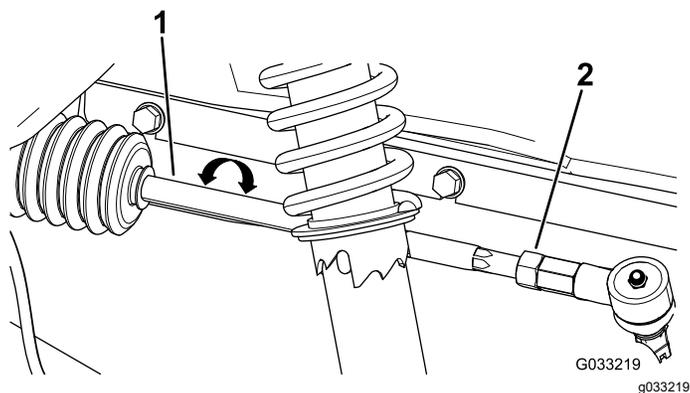

図 55
2. 前後の測定値の差が所定範囲0-6 mmにならない場合は、タイロッドの外側端部にあるジャムナットをゆるめて調整を行う図 55。